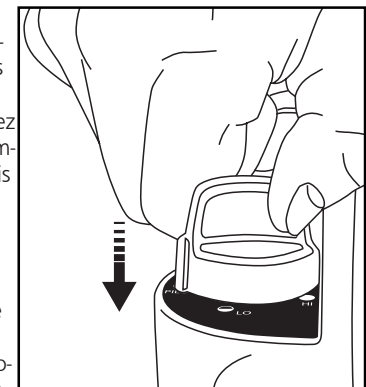

Figure 3: Ignition
4. Déprimez légèrement et tournez le Bouton de commande en sens inverse des aiguilles d'une montre à la position "PILOTE", déprimez complètement pour enflammer le pilote et tenir depuis 30-60 secondes. Répétez-vous jusqu'aux lampes témoin (voir figure 3).
- Tourner le bouton de commande dans le sens antihoraire sur «PILOT» et appuyer sur la touche pour allumer; voir Figure 3. La purge de l'air du tuyau d'alimentation peut prendre plus de temps en fonction de la longueur du tuyau utilisé.